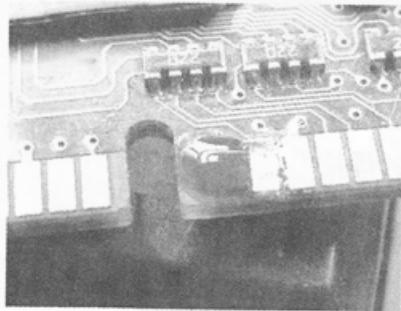

图 4-9 涂胶水
(3) 把割下的金手指背面处理干净后, 用胶水小心地把它对齐粘在待修复的地方, 用平整的硬物把它压平, 如图 4-9 所示。